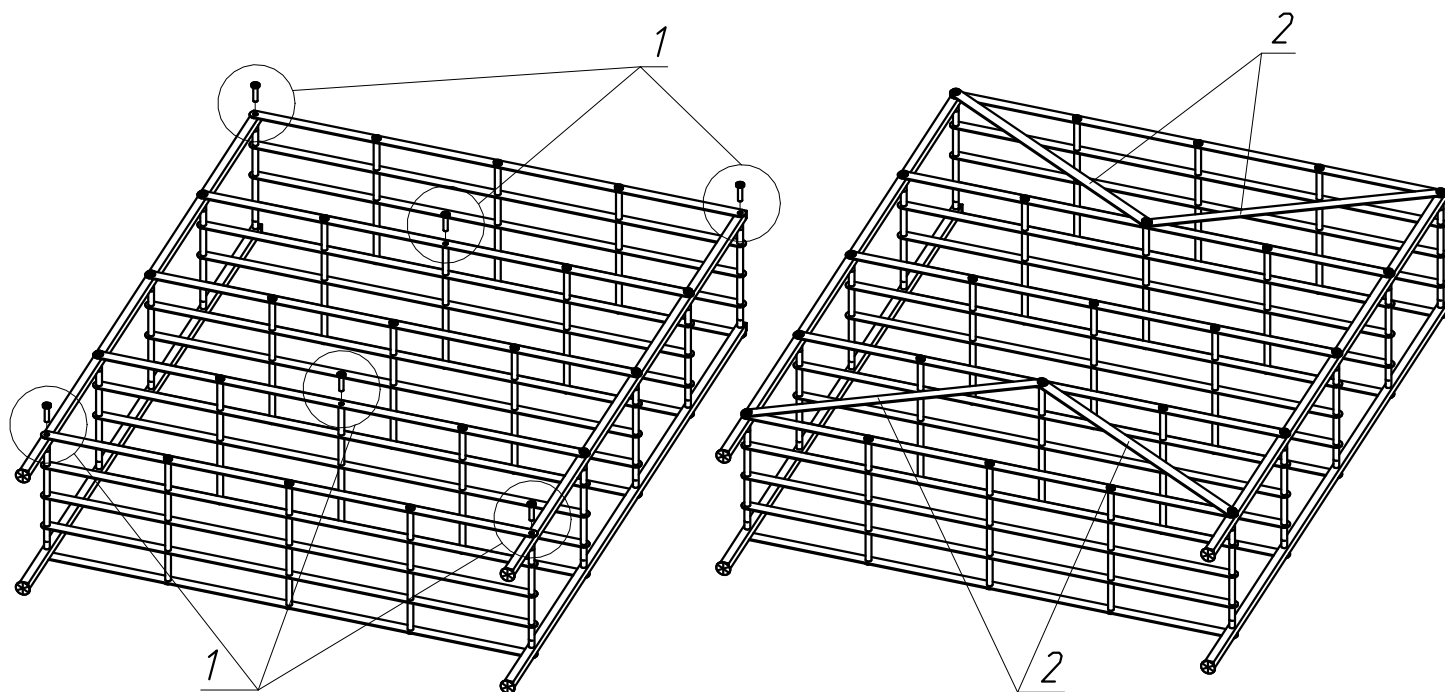

Рис.4
- 10) Выкрутить втулки 1 указанные на Рис.4
11) Расположить планки 2 как показано на Рис.4.